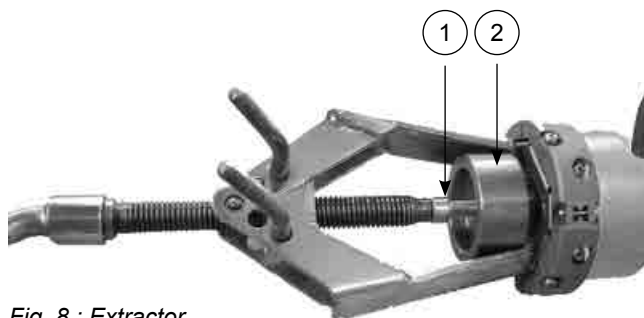

Fig. 8 : Extractor
- Retirar el acoplamiento del encoder (referencia 2 fig. 8) con la ayuda de un extractor de rodamientos (fig. 8) y de un tornillo CHc M6x30 (referencia 1 fig. 8) fijado en el extremo del eje cónico del encoder.